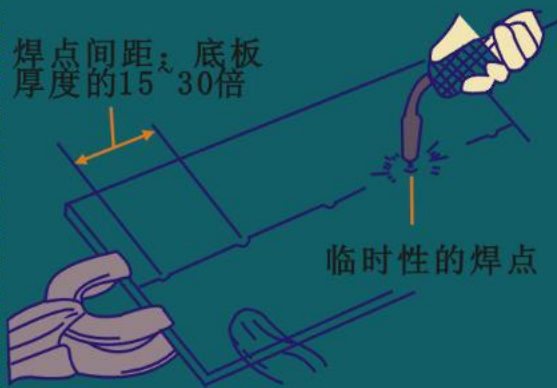

图3-84 定位焊
(1) 定位焊：实际上是临时点焊，是用于保持两焊件相对位置固定不变的一种替代措施。如图3-84所示。